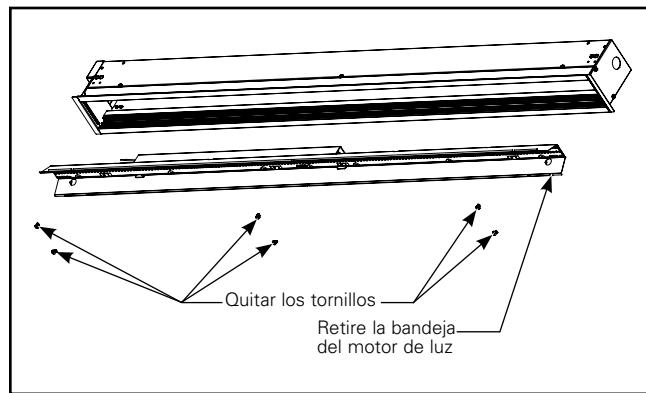

Figura 5.
1. Despues de que se retire el lente, la bandeja del motor de luz se debe quitar. Ver la figura 5.